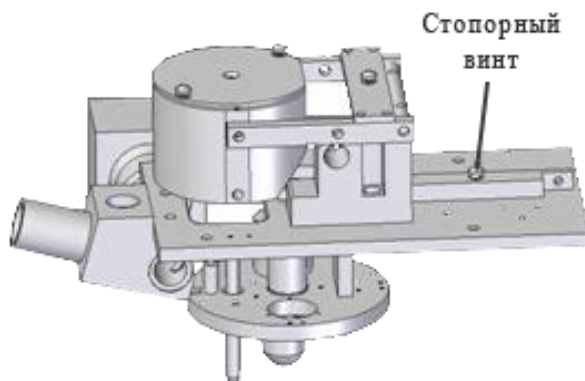

Рисунок 2.2. – Механизм нагрузки
3. Открыть верхнюю крышку на корпусе прибора и повернуть ручку изменения нагрузки в положение «10 гс». Снять фиксирующую ленту на цилиндре для грузов и выкрутить стопорный винт (рис. 2.2).